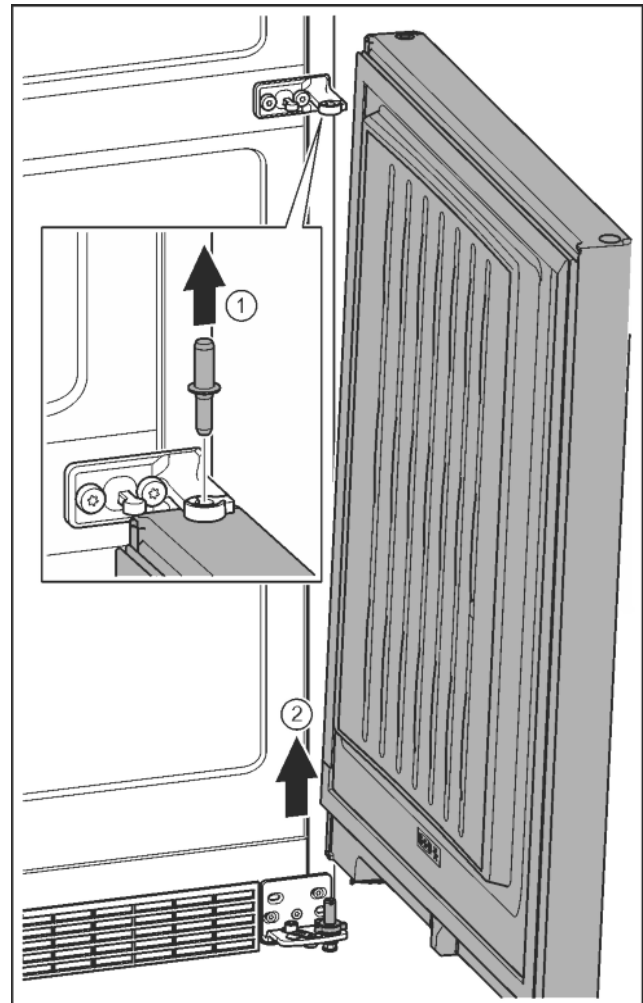

Fig. 11
- ▶ Извлечь пальцы движением вверх. *Fig. 11 (1)*
- ▶ Отклонить дверь, приподнять вверх и отставить в сторону. *Fig. 11 (2)*